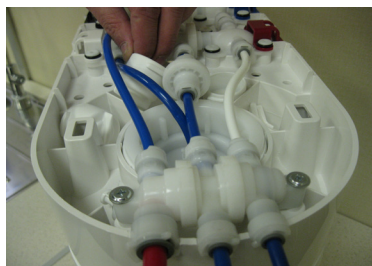

Рис. 6
- Извлеките сервисную заглушку, которая находится под крышкой водоочистителя (рис. 6). Для того, чтобы снять крышку, необходимо повернуть три фиксатора против часовой стрелки.